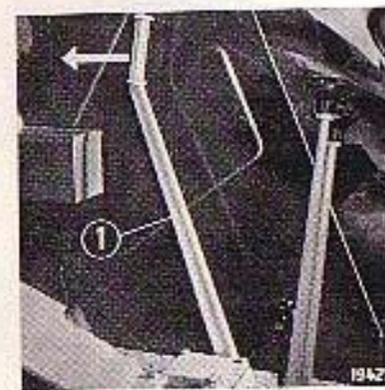

Bild 99
Hebel (1) bis zum Anschlag zurückziehen (Bild 99, Pfeil).